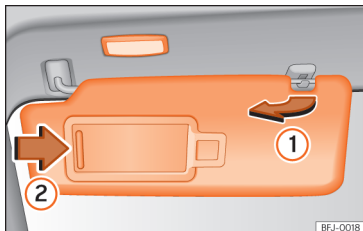

Fig. 113 Parasol.
- El parasol puede extraerse de la fijación y girarse hacia la puerta >>> **fig. 113 ①**.